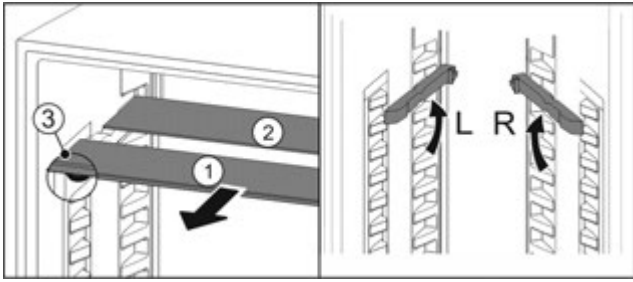

Fig. 54
- ▶ Посуньте Fig. 54 (1) скляну панель вперед.
- ▷ Скляна панель Fig. 54 (1) з декоративною планкою лежить спереду.
- ▷ Стопори Fig. 54 (3) показують вниз.